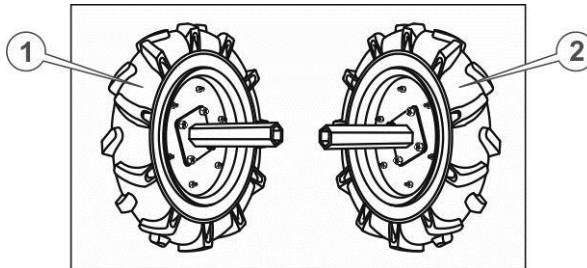

Рисунок 4.2. Маточини з колесами
4. Приєднати маточини коліс до колісних дисків за допомогою болтів, надійно затягнути всі з'єднання на колесах (див. Рисунок 4.2.). При цьому необхідно пам'ятати, що на колеса встановлені пневматичні шини з направленим малюнком протектора типу «ялинка». Встановлювати колеса необхідно таким чином, щоб при погляді на мотоблок зверху «вістря» цієї «ялинки» були спрямовані вперед, крім того вентиля для накачування камер повинні перебувати з зовнішнього боку колеса.